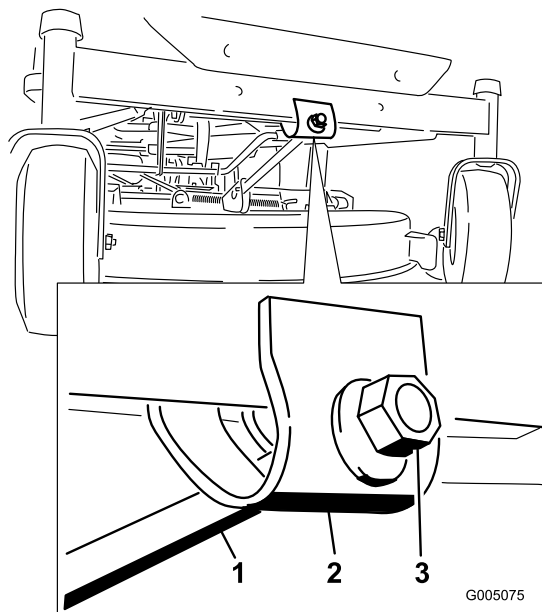

Bild 44
- Drehen Sie für das Einstellen der Schnittmesserneigung in Längsrichtung die Einstellmutter vorne am Mähwerk (Bild 44).